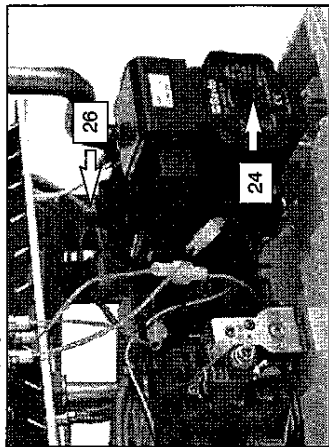

fig. 6.3
- 7 Allentare il tappo della valvola di sfiato automatico (26 in fig. 6.3).
- 11 Togliere il tappo 24 in fig. 6.3 e sbloccare la pompa ruotando il rotore con un cacciavite. Durante questa operazione sfiatare la pompa.